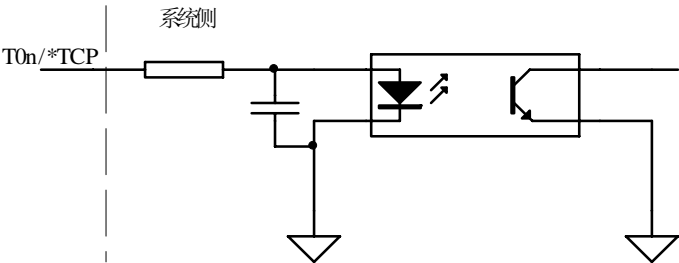

图 2-32
1、T01~T08、*TCP 采用光耦输入，内部电路图如下图 2-32 所示：